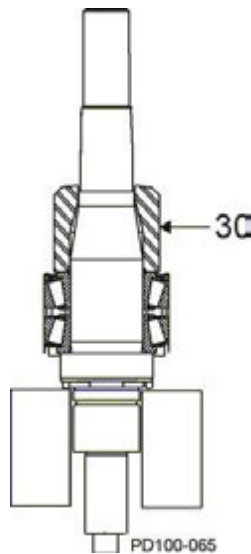

Abb.82 Einbau der Distanzhülse
7. Schieben Sie die Lagerdistanzhülse auf die Welle (Abb. 82, Pos. 3C).